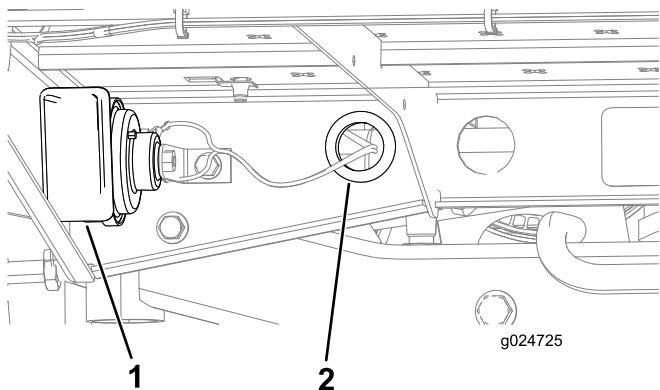

Bild 9
3. Verlegen Sie den Kabelbaum durch die Scheibe am Loch in der hinteren Winkelplattform zur Hupe (**Bild 9**).